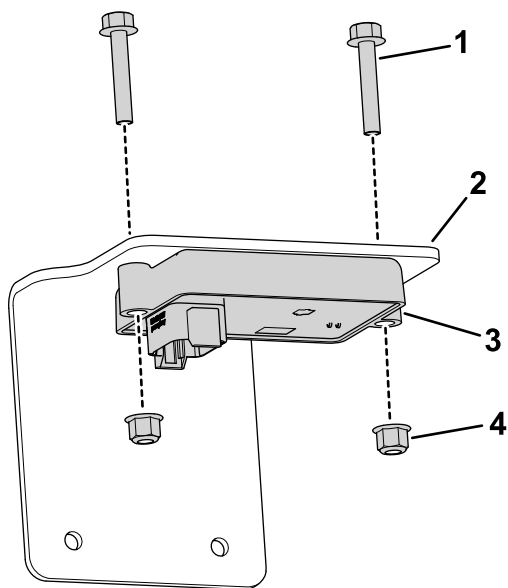

Figura 9
12. Utilice 2 pernos (M6 x 35 mm) y 2 tuercas con arandela prensada (M6) para sujetar el sensor de pendientes al soporte del sensor de pendientes (Figura 9).